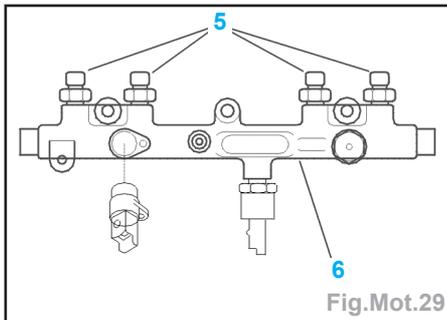

Fig.Mot.29
- désactivateur du 3^{ème} piston de pompe haute pression carburant (2),
- bague d'étanchéité (1),
- raccord (3) de sortie haute pression (dysfonctionnement).
- Ne pas dissocier les raccords (5) de la rampe d'alimentation (6) (dysfonctionnement) (Fig.Mot.29).